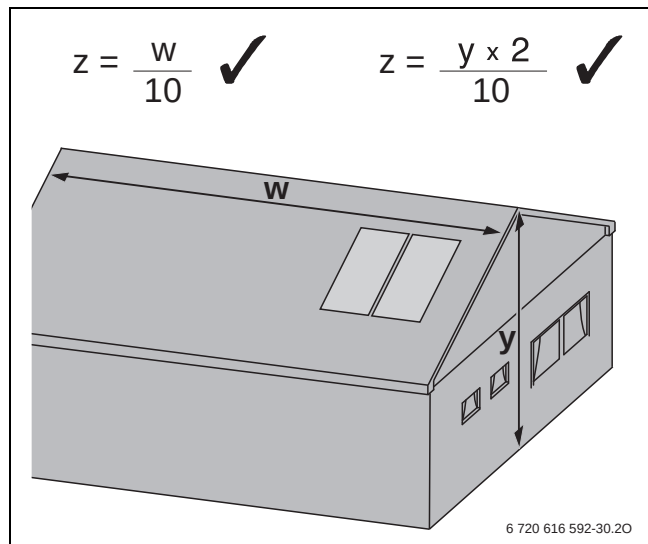
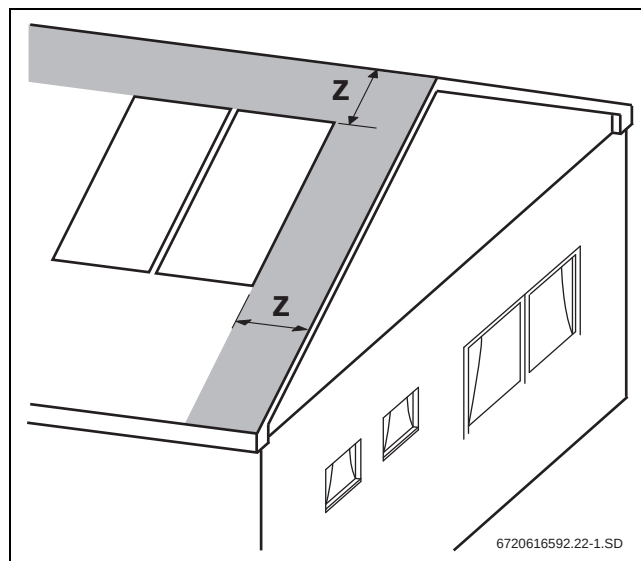

Bild 173 Mögliche Formeln zur Berechnung des Mindestabstands vom Randbereich
Bild 174 Mindestabstand vom Randbereich auf geneigten Dächern
- Zum Randbereich des Dachs Mindestabstände gemäß Bild 173 und Bild 174 einhalten.